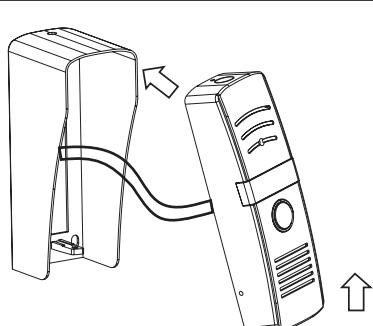

Рис. 11
3. Установите внешний модуль внутрь щиты от дождя, как показано на рис. 11.